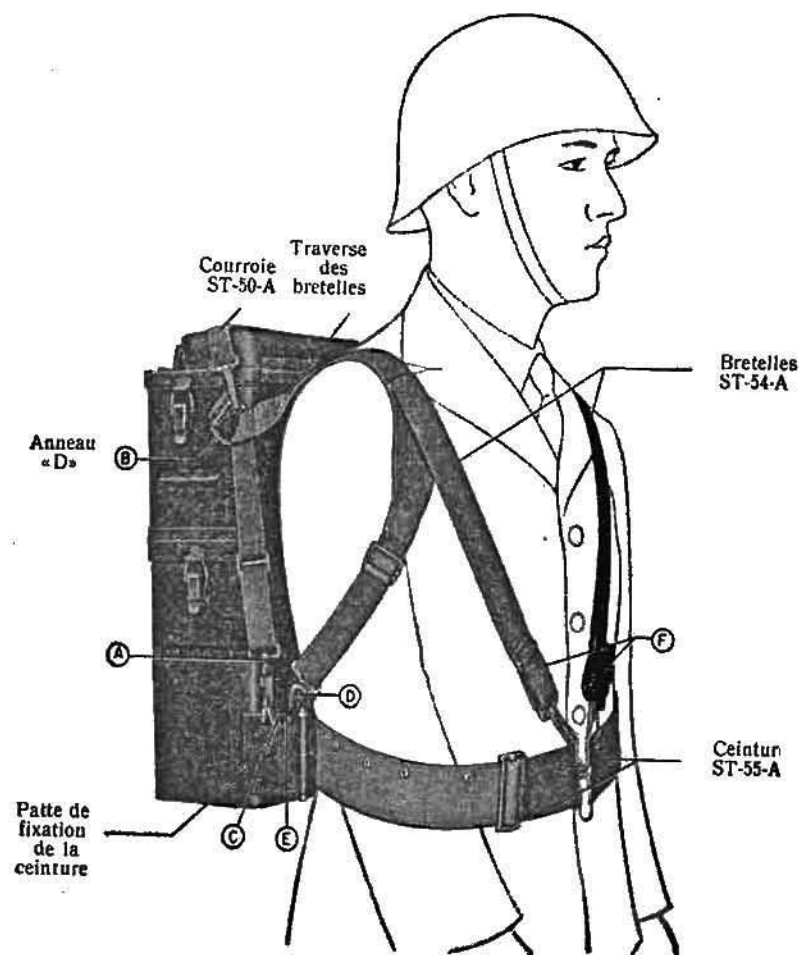

Fig. 15. — Bretelles ST-54-A et ceinture ST-55-A.
- c) **Bretelles « ST-54-A ».** — Passer les mousquetons (« A ») et les courroies (une de chaque côté) à travers les anneaux « D » (« B ») et accrocher au trou central (« C ») de la patte de fixation de ceinture (voir fig. 15). Attacher les autres extrémités (« D ») de ces mêmes courroies aux trous (« E ») de la patte de fixation les plus éloignés du poste. S'assurer que les courroies ne sont pas tordues. Les deux autres courroies (« F ») avec leurs mousquetons sont laissées libres jusqu'à ce que le poste soit placé sur le dos de l'opérateur. Les boucles coulissantes existent sur toutes ces courroies pour permettre d'ajuster leur longueur, si c'est nécessaire, après que le poste a été placé sur le dos de l'opérateur.
- c) Accrocher les courroies avant fixées aux bretelles, à la ceinture « ST-55-A » ou au ceinturon. Les mousquetons peuvent être fixés soit aux trous à œillets, soit à la boucle (voir fig. 15). Ajuster les boucles coulissantes pour éviter que le poste ait une tendance à glisser en arrière en s'écartant des épaules. En général, le transport se fait très confortablement si les courroies sont ajustées de façon que la partie supérieure du poste dépasse légèrement le niveau des épaules et colle à celles-ci. Chacun devra trouver l'ajustement des courroies qui lui facilite le plus le transport.